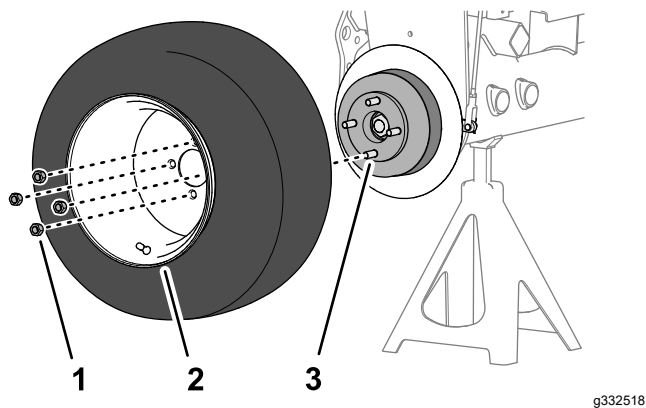

図 63
1. 前輪をハブに固定しているラグナット4 個を外して前輪を取り外す 図 63。